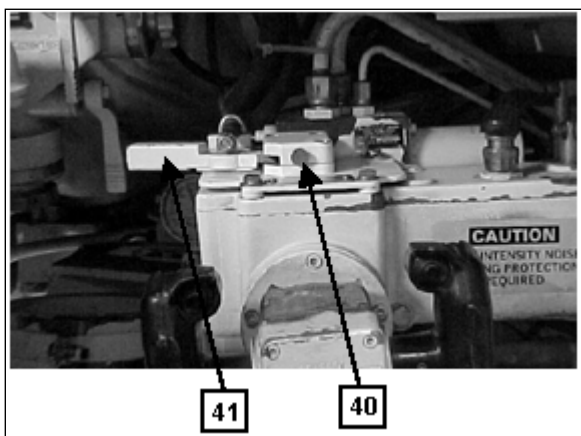

Fig 7-40. Procedimentos para abrir o escudo protetor do visor termal
4) Colocar a chave seletora de modo(26) em TEST. Assegurar-se que o prisma de visão(33) indica a leitura 0000.
6) Girar o controle de brilho dos retículos(25) até ficarem visíveis.
7) Colocar a chave 6X/12X em 12X(28). Olhar pela ocular(24). Puxar e girar os botões de direção(29) e de elevação(30) para apontar os retículos no alvos sem ultrapassá-lo.
8) Girar os anéis de escala (31) para 4 e 4. Assegurar-se que o retículo do Can ainda está sobre o alvo.
10) Colocar o botão de modo do TTS(38) em STBY.
11) Colocar a chave GUNNER/CMDR(39) em GUNNER.
12) Pressionar o botão(40) e empurrar a alavanca(41) para a frente, para abrir o escudo do protetor do visor termal. (Fig 7-40)